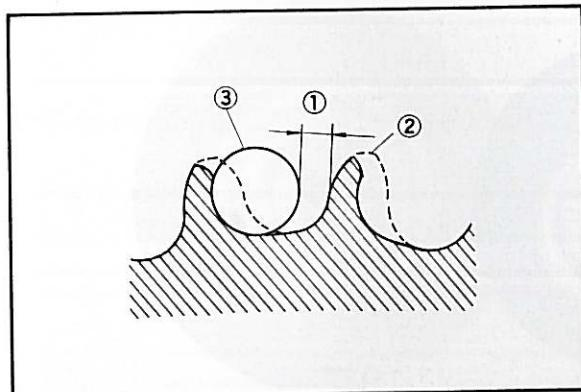

Fig. 5-5-1
3. Check sprocket wear. Replace if wear decreases tooth width as shown. (Fig. 5-5-1)
3. Contrôler l'usure du pignon. Remplacer si l'usure des dents atteint le degré indiqué ci-dessous. (Fig. 5-5-1)
3. Kettenrad auf Verschleiß prüfen. Es muß ersetzt werden, falls die Zahnbreite durch Verschleiß übermäßig vermindert ist. (Fig. 5-5-1)